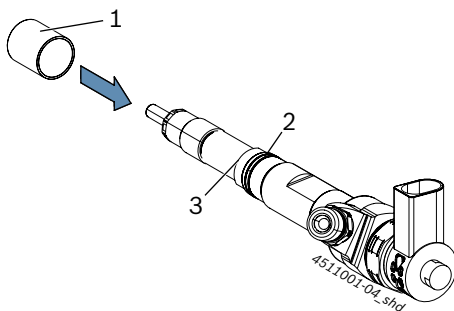

Fig. 4: Inserire la boccola adattatrice sul CRI
3. Se è necessario l'impiego di una boccola adattatrice, inserire la boccola adattatrice corrispondente (Fig. 4, pos. 1) fino alla battuta (Fig. 4, pos. 3) sul CRI.
- Nei seguenti passaggi controllare che la boccola adattatrice rimanga sulla battuta (Fig. 4, pos. 3) del CRI e che non scivoli verso il basso.